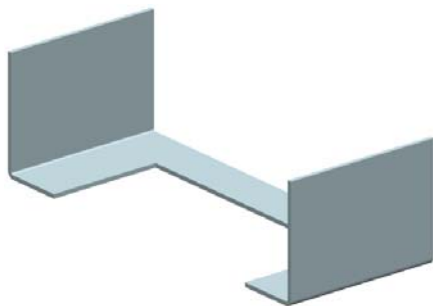

图 6-30 创建弯边特征 6
(5) 在“弯边”对话框中，单击  按钮，创建弯边特征 6，如图 6-30 所示。